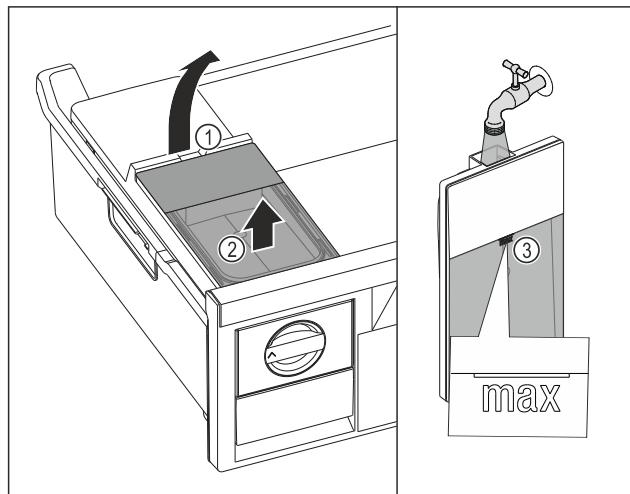

Fig. 85
- Nádržku na vodu nadvihnite za vybranie Fig. 85 (1).
- Nádržku na vodu odoberete nahor. Fig. 85 (2)
- Nádržku na vodu naplňte pitnou vodou po značke Fig. 85 (3).